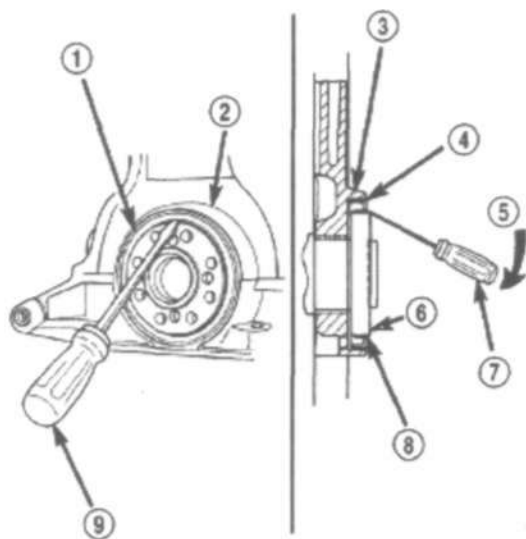

Рис. 57 Заднее масляное уплотнение коленчатого вала - Снятие
- (1) Снять трансмиссию.
- (2) Снять изгибающий диск.
- (3) Вставить отвертку на 3/16 с плоским шлицем между защитной манжетой и металлическим корпусом уплотнения коленвала. Расположить отвертку под углом (Рис.57) в манжете с опорой на металлический корпус. Поднять уплотнение.